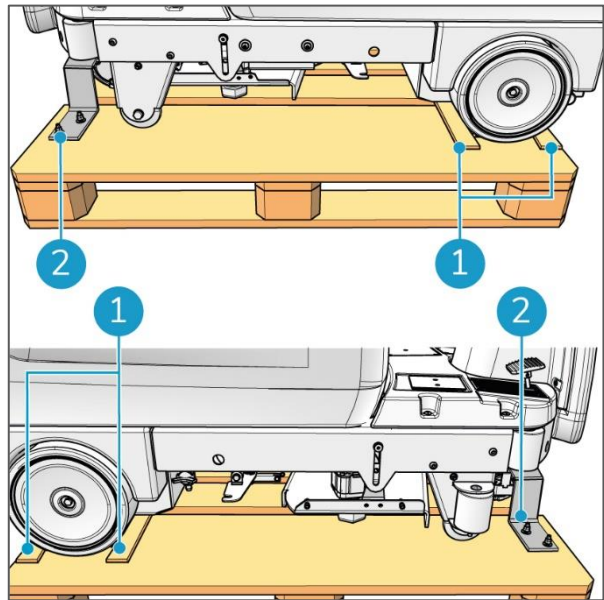

Figura 12
1. Allentare le staffe metalliche sul lato anteriore sinistro e destro (Figura 12, pos 2).
2. Rimuovere le due assi di legno che fissano le ruote posteriori (Figura 12, pos 1). i-drive è ora libero di essere spostato dal pallet.